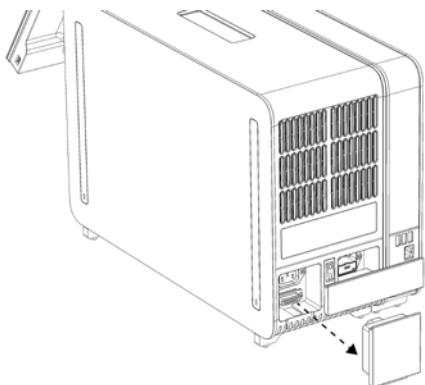

Рис. 12. Удаление концевого моста.
- 1d. Удалите концевой мост с задней стороны аналитического модуля (рис. 12).